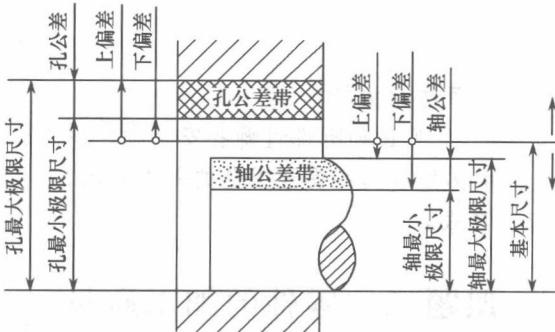

图 1-1 尺寸公差带示意图
(3) 极限尺寸:允许尺寸变动的两个界限值。界限的上限称为最大极限尺寸;下限称为最小极限尺寸。
(4) 极限偏差(简称偏差):极限尺寸减基本尺寸的代数差,称为尺寸偏差。偏差可以为正、负或为零。最大极限尺寸减基本尺寸称为上偏差;最小极限尺寸减基本尺寸称为下偏差;上偏差与下偏差统称为极限偏差。实际尺寸减基本尺寸称为实际偏差。当零件尺寸的实际偏差处于上、下偏差之间时,则实际尺寸合格。
(5) 公差:尺寸允许的变动量。它等于最大极限尺寸与最小极限尺寸之差;也等于上偏差与下偏差之代数差的绝对值。
(6) 公差带:代表上、下偏差的两条直线所限定的区域,如图 1-1 所示。